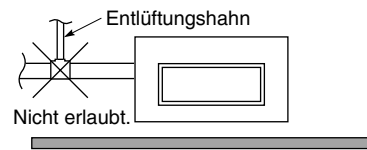

Abb. 3-83
- Keinen Entlüftungshahn anbringen, da dies zu einem Herausspritzen von Wasser aus der Ablaufleitungsöffnung führen kann. (Abb. 3-83)